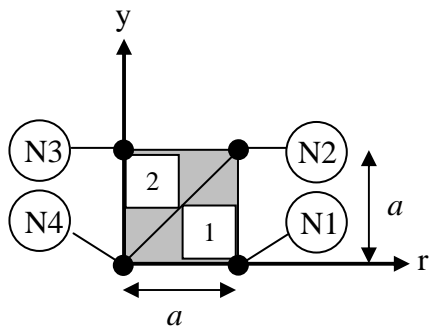
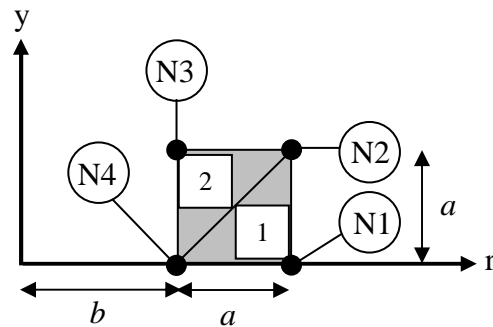
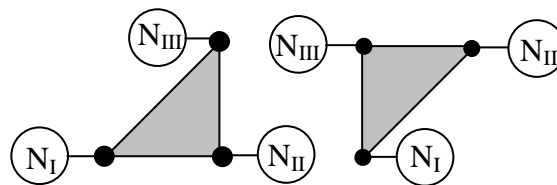

Figure 1 – maillage cylindre plein
Figure 2 – maillage cylindre creux
Figure 3 – convention de numérotation locale
On considère un problème de diffusion de la chaleur en 2D axisymétrique. Deux cas seront étudiés : un cylindre plein (fig. 1) et un cylindre creux (fig. 2). Le maillage comporte à chaque fois 2 éléments triangulaires et 4 nœuds. Les températures sont imposées aux nœuds 1, 2 et 3 et sont notées respectivement  $\bar{T}_1$ ,  $\bar{T}_2$  et  $\bar{T}_3$ . La conductivité est notée  $k$ . La source interne volumique de chaleur  $\bar{q}$  (W/m3) est uniforme et appliquée sur chaque élément. On utilisera la convention de numérotation locale de la figure 3.
- a) Assembler la matrice et le second membre du système linéaire associé au modèle élément fini de la figure 1. Résoudre ce système et exprimer la température  $T_4$  en fonction de  $\bar{T}_1$ ,  $\bar{T}_3$ ,  $a$ ,  $k$  et  $\bar{q}$ .
- b) Assembler uniquement les 4èmes lignes de la matrice et du second membre du système linéaire associé au modèle élément fini de la figure 2. Résoudre ce système et exprimer la température  $T_4$  en fonction de  $\bar{T}_1$ ,  $\bar{T}_3$ ,  $a$ ,  $b$ ,  $k$  et  $\bar{q}$ .